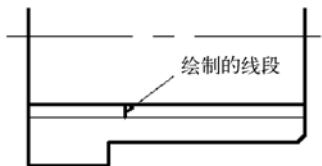

图 8-84 绘制的线段
(17) 绘制直线。单击“直线”按钮，在适当的位置处绘制如图 8-84 所示的表示螺槽轮廓的一条直线段。